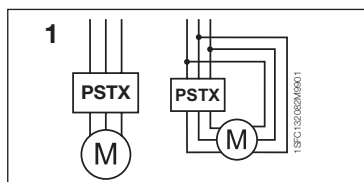

Figura 1: En línea, dentro del triángulo
2. Conecte el circuito principal: los terminales 1L1 - 3L2 - 5L3 al lado de la línea y los terminales 2T1 - 4T2 - 6T3 al lado del motor. Utilice una conexión de cable para PSTX30...105, véase la Figura ❶ en el gráfico 7; y una conexión de terminal para PSTX142...570, véase la Figura ❷, en el gráfico 7. Los arrancadores suaves PSTX pueden conectarse tanto “en línea” como “dentro del triángulo”, véase la figura 1.